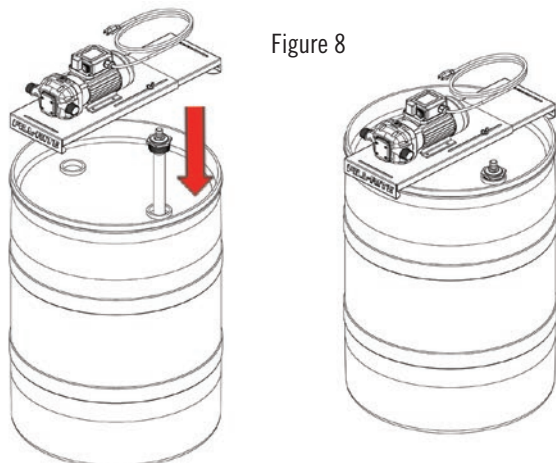

Figure 8
2. Ajuster la longueur du tube d'aspiration pour qu'il débouche à moins de 5 cm (2 po) du fond du fût une fois qu'il est serré dans l'adaptateur de bonde. Enfiler le tube d'aspiration de fût (vendu séparément, repère 6, page 11). Placer la pompe montée sur le support pour fût sur le rebord du fût. Serrer le plateau coulissant pour l'engager solidement autour du rebord du fût. Serrer les écrous à oreilles pour bloquer le support coulissant (Figure 8).